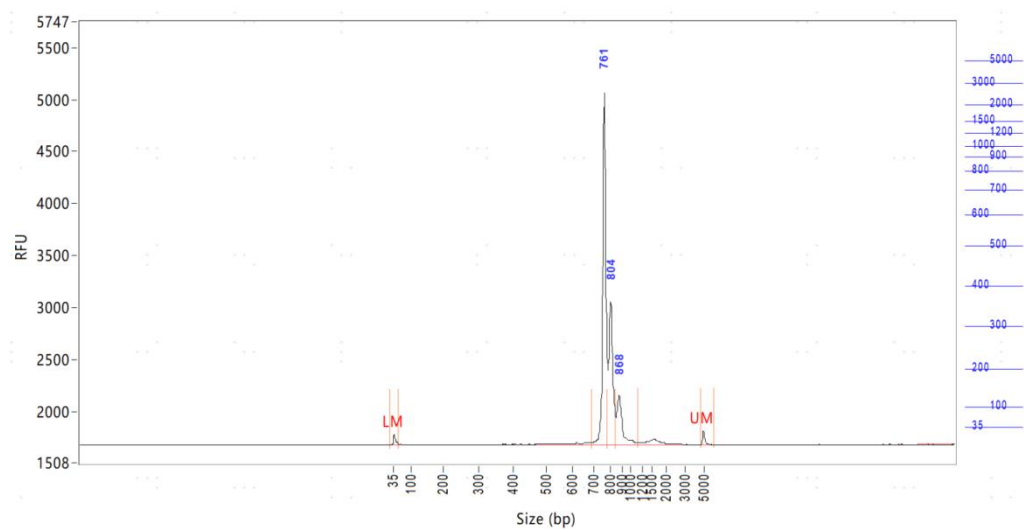

图 7 全长 BCR 第三轮富集产物质检图
- 3) 质检结果请参照图 7，显示一条特异条带，在 750bp 左右。